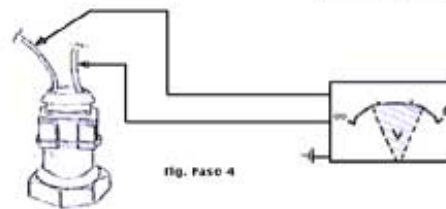

Fig. Paso 4
Un ultimo paso (ver fig. paso 4) consiste en volver a enchufar la ficha en el sensor, poner el auto en contacto y medir con el tester en la opción de voltímetro de C.C. (DC), elegir la escala de 20 Volts, que tensión se tiene ahora en el cable que en el paso anterior se había leído + 5 Volts. Si el sensor es NTC y el auto esta caliente, esa medición deberá arrojar una lectura comprendida entre 0.3 y 0-7 Volts, dependiendo del sensor utilizado por cada marca y por cada modelo.